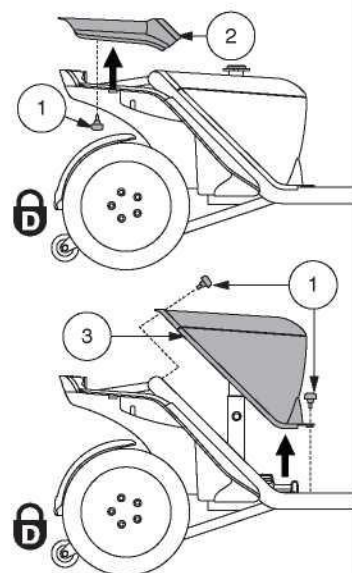

Figure 12. Retirer/Installer le protecteur de la batterie
2. Retirez le capot arrière en le soulevant et en le soulevant du véhicule. Le capot est fixé au véhicule avec des attaches réutilisables et deux vis à oreilles. **Voir la figure 12.**
3. Retirez le carénage de la batterie en retirant les quatre (4) vis à molette qui le fixent au châssis du véhicule, puis en le soulevant bien droit et hors du véhicule. **Voir la figure 12.**